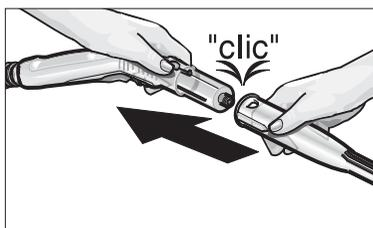

Abb. 2: Aufstecken von Zubehör auf die Dampfpistole (C1)
- Verbinden Sie das gewünschte Zubehörteil – Punktstrahldüse (E1), Handdüse (F1) oder Bodendüse (G1) – mit der Dampfpistole (C1). Stecken Sie dazu das rohrförmige Ende des Zubehörteiles auf die Dampfpistole (C1). Schieben Sie das Zubehörteil dann soweit auf die Dampfpistole, bis die Entriegelungstaste (C2) der Dampfpistole einrastet (siehe Abb. 2).